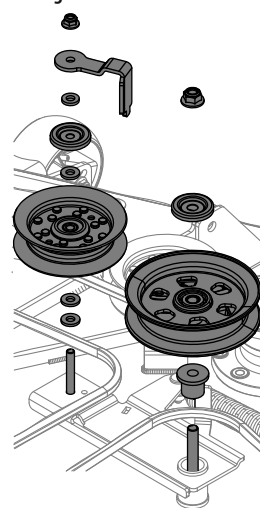

Figura 55
4. Extraiga las dos poleas locas quitando las tuercas de seguridad con reborde que están arriba de los conjuntos, y luego quitando los conjuntos del brazo secundario libre. Consulte la Figura 55.